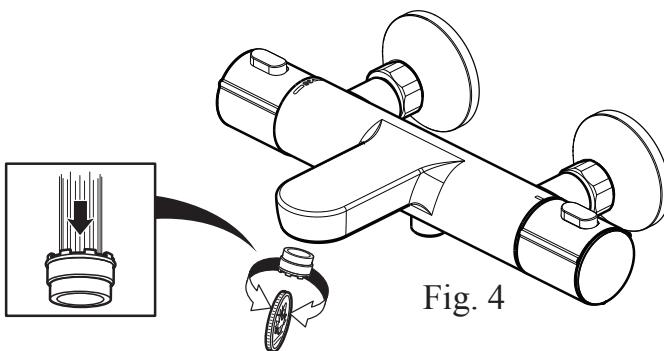

Fig. 4
- Dévisser l'aérateur à l'aide d'une pièce de monnaie et rincer l'aérateur (fig. 4).
- Unscrew the aerator using a coin and rinse the aerator (fig. 4).